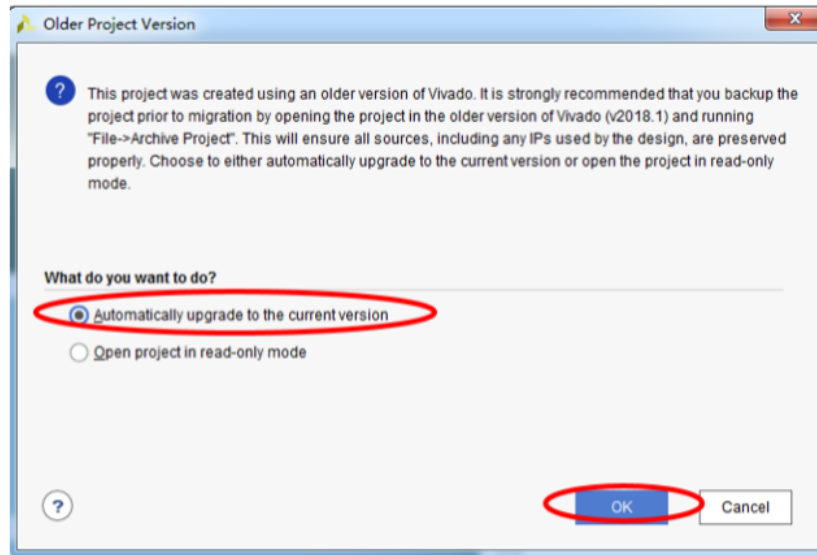

图 6: 低版本工程升级
(1) 高版本 Vivado 打开低版本的工程，会弹出如图6界面，选择第一个选项 “Automatically Upgrade...”，点击 “OK” 进行升级。